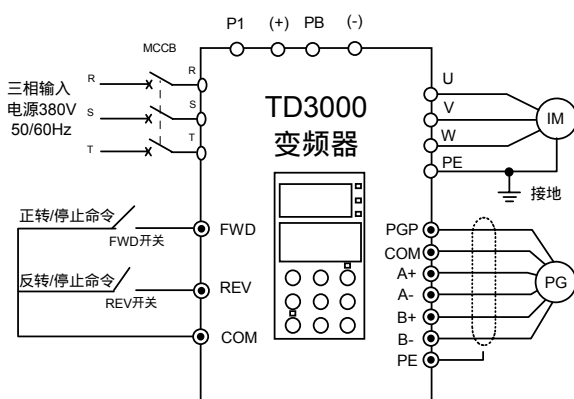

图4-17 基本运行配线图2
(1) 按图4-17 配线，检查接线正确后，合上**MCCB**开关，变频器上电；